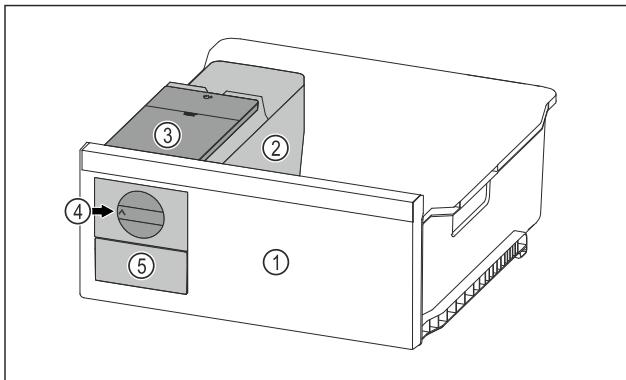

Fig. 75 Ілюстративне зображення
- Поворотну ручку Fig. 75 (4) повернути за годинниковою стрілкою до упору.
- Кубики льоду випадають із ванночки для кубиків льоду Fig. 75 (5).